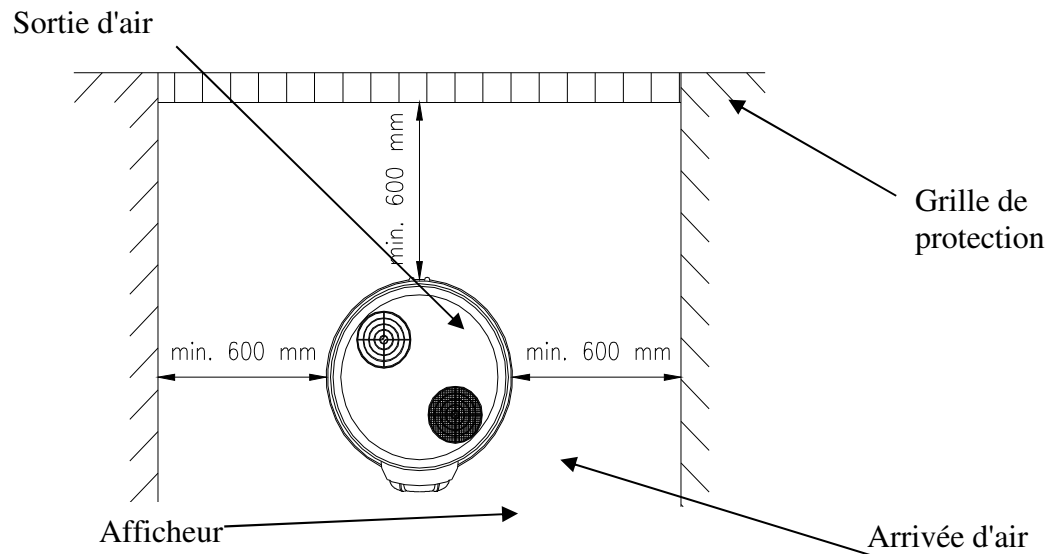
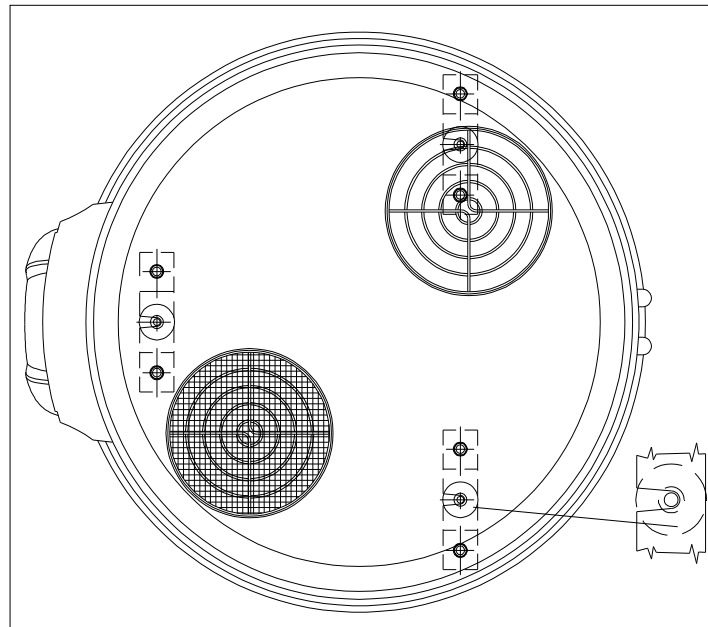

Figure 2.4-1.
Figure 2.4-5.
- r) Fixation des pieds : assurez-vous que le sol est plat et suffisamment solide. A l'aide du « gabarit de perçage » (annexé au livret de l'appareil) marquez la position de fixation des pieds, en gardant à l'esprit les dimensions de construction indiquées sur les figures 2.4-1 et 2.4-2.) du livret de l'appareil. Fixez les 3 fixations de pieds livrées avec l'appareil avec une vis d'au moins 8M et avec des tubes de fer forés dans le sol (M8X75), dans la position décrite à la figure 2.4.-3. Réglez les pieds réglables de l'appareil à environ 26 mm (cf. figure 2.4-5.)